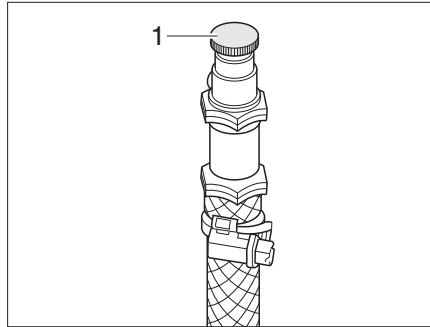

Bild 394 Avluftningsventil varmvatten-värmesystem
- Öppna avluftningsventilen (Bild 394,1) och låt den vara öppen så länge det kommer ut luft.